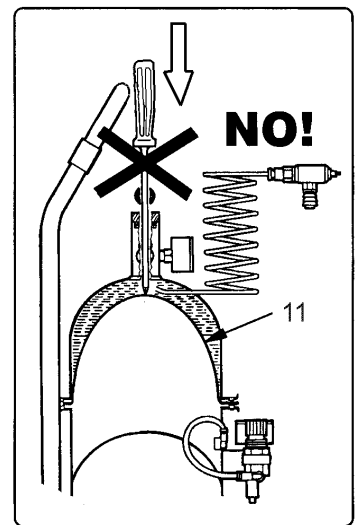

Fig. 3
1. Open the ball valves (2) and (4), lift and turn the regulator knob (3) counter clockwise and finally release all the pressure in the two chambers by pushing the bleed valve on the connector (5A).
2. Unscrew and remove the filler cap (1), fill the chamber with max. 5 liters of brake fluid, close and tight the filler cap well. Close the ball valve (4).
3. Connect the compressed air to the quick connector (2a) and increase the pressure until the pressure gauge (10) indicates a maximum of 9 bar. Close the ball valve (2) and disconnect the compressed air. Lift and turn the regulator knob (3) clockwise until the pressure gauge indicates 1.5 bar.
ATTENTION: Do never try to lower the membrane (11) inside the chamber by pushing it down with a pointed object (fig 3).
1. Abra las válvulas de cierre (2) y (4) y gire el pomo regulador (3) en sentido contrario de las agujas del reloj y finalmente libere toda la presión en las dos cámaras pulsando la válvula de purgado en el conector (5ª).
2. Desenrosque y saque el tapón de llenado (1), llene la cámara con un máximo de 5 litros de líquido de frenos, cierre y apriete el tapón de llenado firmemente. Cierre la válvula de cierre (4).
3. Conecte el aire comprimido al conector rápido (2a) y suba la presión hasta que el manómetro de entrada (10) indique un máximo de 9 bar. Cierre la válvula de cierre (2) y desconecte el aire comprimido. Suba y gire el pomo regulador (3) en sentido de las agujas del reloj hasta que el manómetro (8) indique 1,5 bar.
ATENCIÓN: Nunca intente bajar la membrana (11) dentro de la cámara por medio de un objeto punzante (Fig. 3).